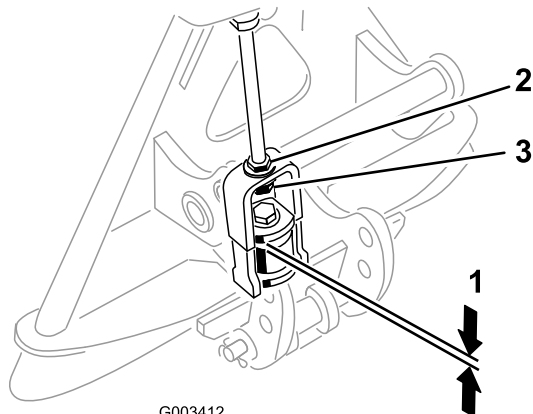

図 13
9. トラクションユニットにレーキを取り付け終わった状態で、アタッチメント側アダプタのリンク・アセンブリの上部についているワッシャとスペーサとの間のすき間を測る (図 13)。
ワッシャとショルダ (肩) とのすき間が 1.5~2.0 mm あれば適正です (図 13)。
トをゆるめ、調整ナットを締め方向またはゆるめ方向に回してすきまを調整する (図 13)。